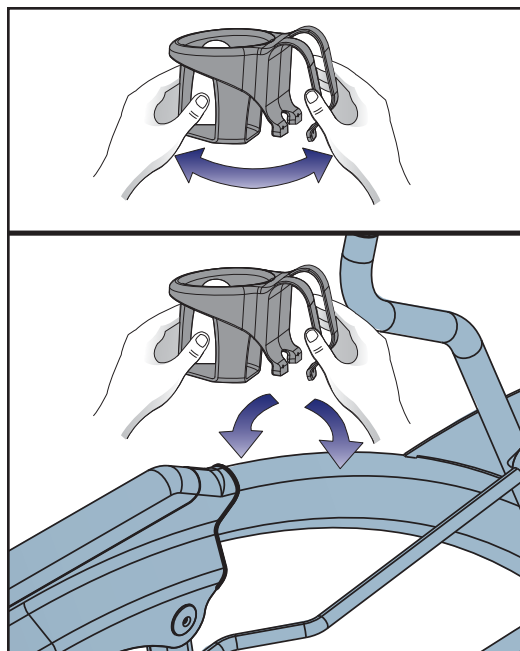

Figure 12
- A. Tenez le porte-bouteille d'eau (n° 3) avec les deux mains et tirez-le avec précaution vers l'extérieur ; continuez à le tirer (ouvert) pendant l'étape 10B. Reportez-vous à la figure 12.
- B. Placez le porte-bouteille (n° 3) sur le châssis, avec le grand côté à l'extérieur du châssis, tel qu'illustré à la figure 12.